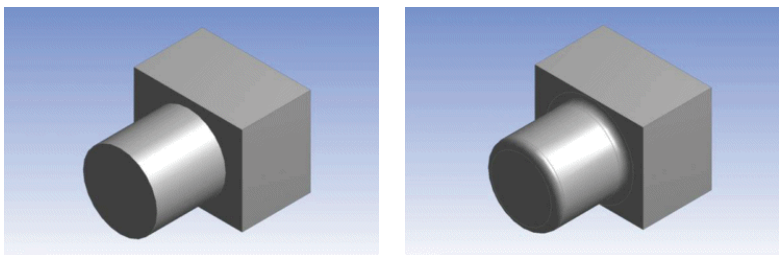

图 3-63 固定半径圆角
- 固定半径圆角，由  Fixed Radius 按钮提供，如图 3-63 所示。